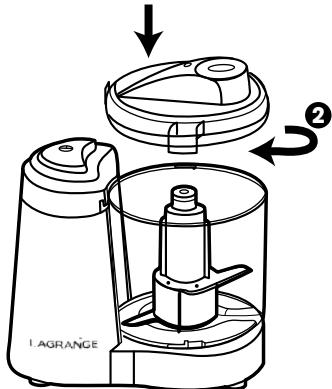

Abb. 3
- \* Bringen Sie den Deckel auf der Schüssel mit den Nahrungsmitteln an. Verriegeln Sie den Deckel, indem Sie die Verriegelungslasche des Deckels vollständig in den Verriegelungsschlitz des Deckels einführen und im Uhrzeigersinn drehen (Abb. 3)